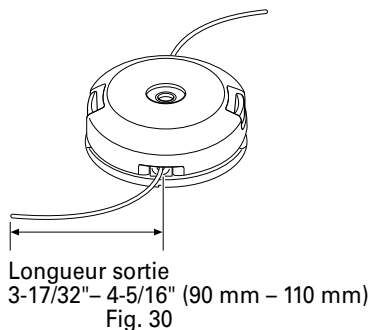

Fig. 30
- (8) Tirez sur le fil de sorte qu'il soit bien tendu, puis coupez le fil à une longueur de 3-17/32"- 4-5/16" (90 mm – 110 mm) avec des ciseaux. (Fig. 30)